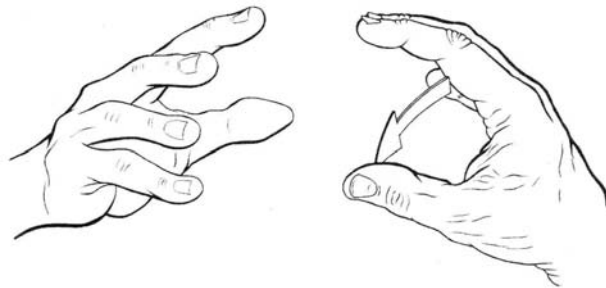

Figure 46 : Main en position de fonction ⁽⁶³⁾
- Position de fonction (Figure 46): stabilise la main afin de retrouver la préhension. Elle peut être utilisée dans de nombreuses pathologies, paralysie radiale, déficience musculaire (avec une orthèse dynamique), dans certains cas d'arthrose. Le poignet doit être en extension entre 30 à 45°, les doigts doivent être ouverts et le pouce en opposition en regard de l'index.